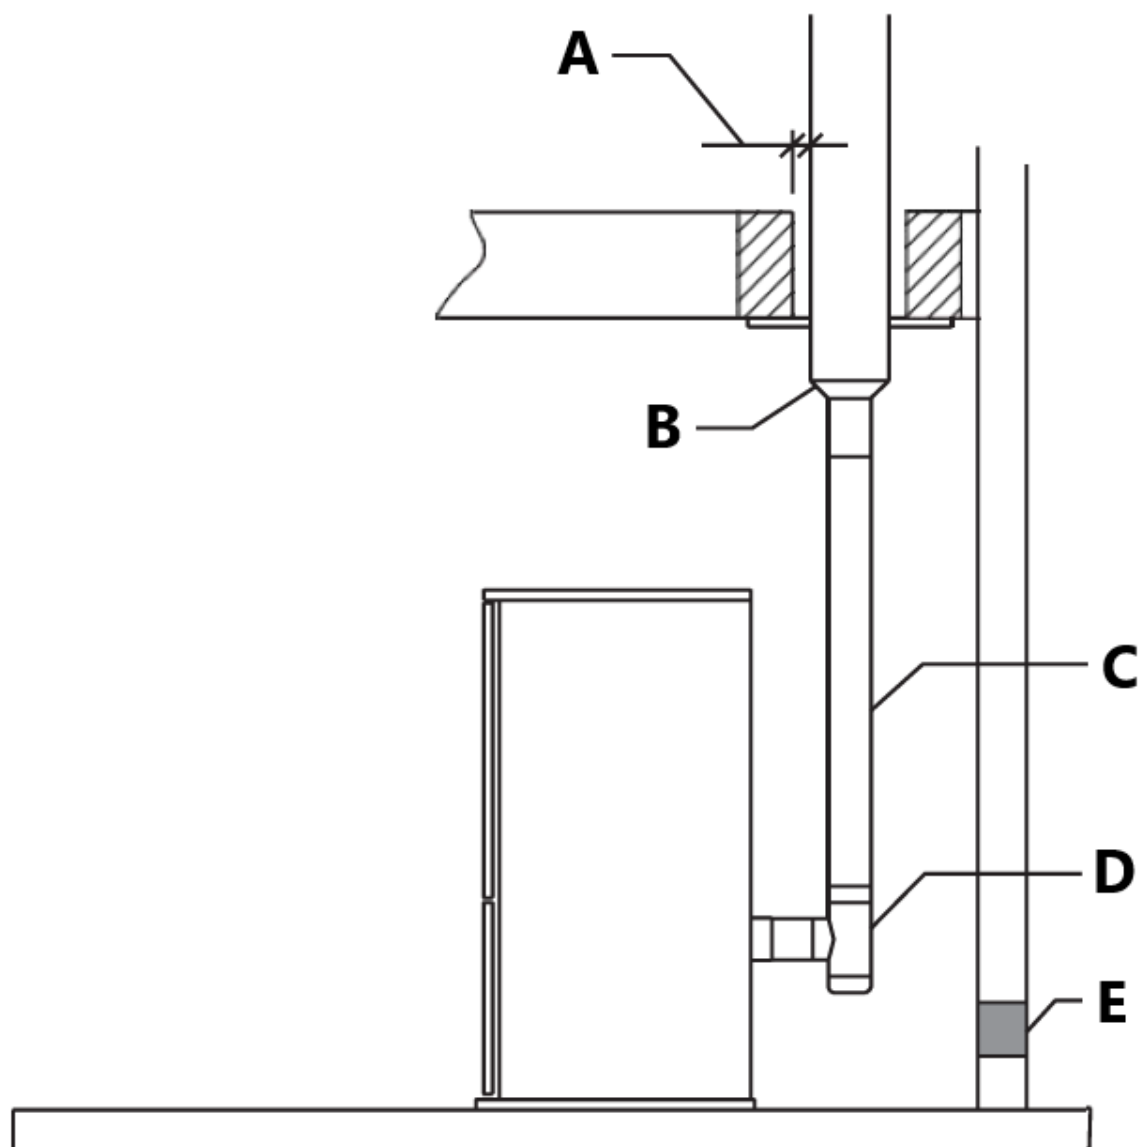

fig. 14
- Lors de l'évacuation dans une cheminée en acier de classe A (Fig. 14), utilisez un adaptateur PL Vent approprié.